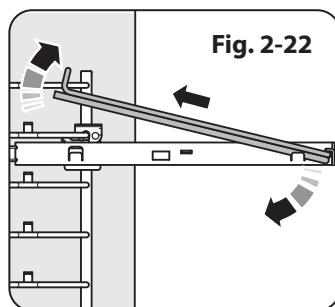

Fig. 2-22
- Inclinez l'avant de la grille vers le bas et la soulevez ensuite les glissières (**Fig. 2-22**).